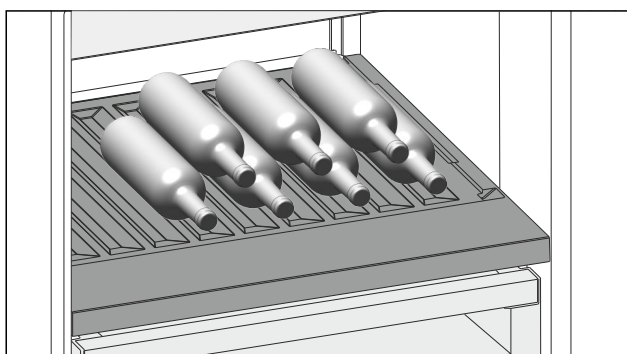

Fig. 124
- Pange pudelid sisse põhjaga tagaseina poole. (vt. Fig. 124)